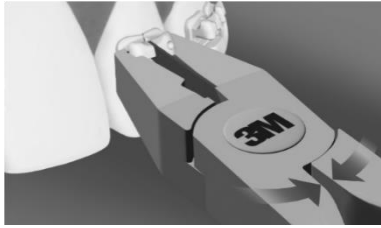

図 8
- 3) ディボンディング用 インスツルメントが正しい位置にあることを確認したら、そのまま静かに握り込む (図8)。ブラケットの割れを防ぐため、決して強く握り込まない。